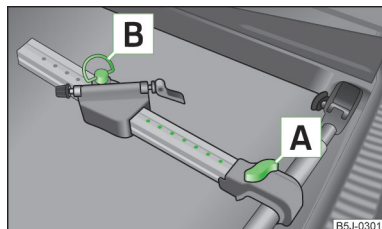

Fig. 74
- Extraiga el tornillo **[A]** » fig. 74 un poco y deslice el larguero (pieza de aluminio) hacia el travesaño hasta que el soporte se encastre.
- Afloje el tornillo **[A]** » fig. 74 de la página 80 y deslice el portabicicletas junto con la bicicleta sujeta hacia la izquierda de modo de que el manillar no toque la ventanilla del maletero.